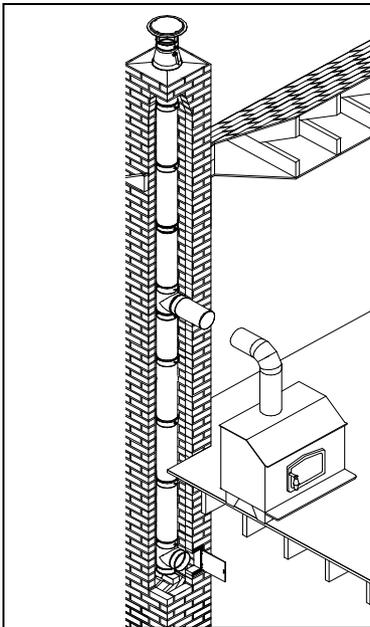

Fig.1
1. Déterminez l'emplacement de l'ouverture qu'empruntera la gaine pour traverser la paroi de la cheminée de maçonnerie (Fig.1 et Fig.2). D'une manière générale, il est préférable d'installer le té le plus haut possible afin d'améliorer le tirage et de réduire les coûts en gaines. Souvenez-vous qu'un tuyau de raccordement à paroi simple doit se trouver à au moins 18" d'un matériau combustible, incluant le plafond. Si vous devez traverser un mur combustible pour raccorder la gaine à l'appareil de chauffage, vous devriez utiliser un adaptateur isolé (ITH). Vous retrouverez les directives d'installation relatives à l'adaptateur isolé à même la boîte de l'article.